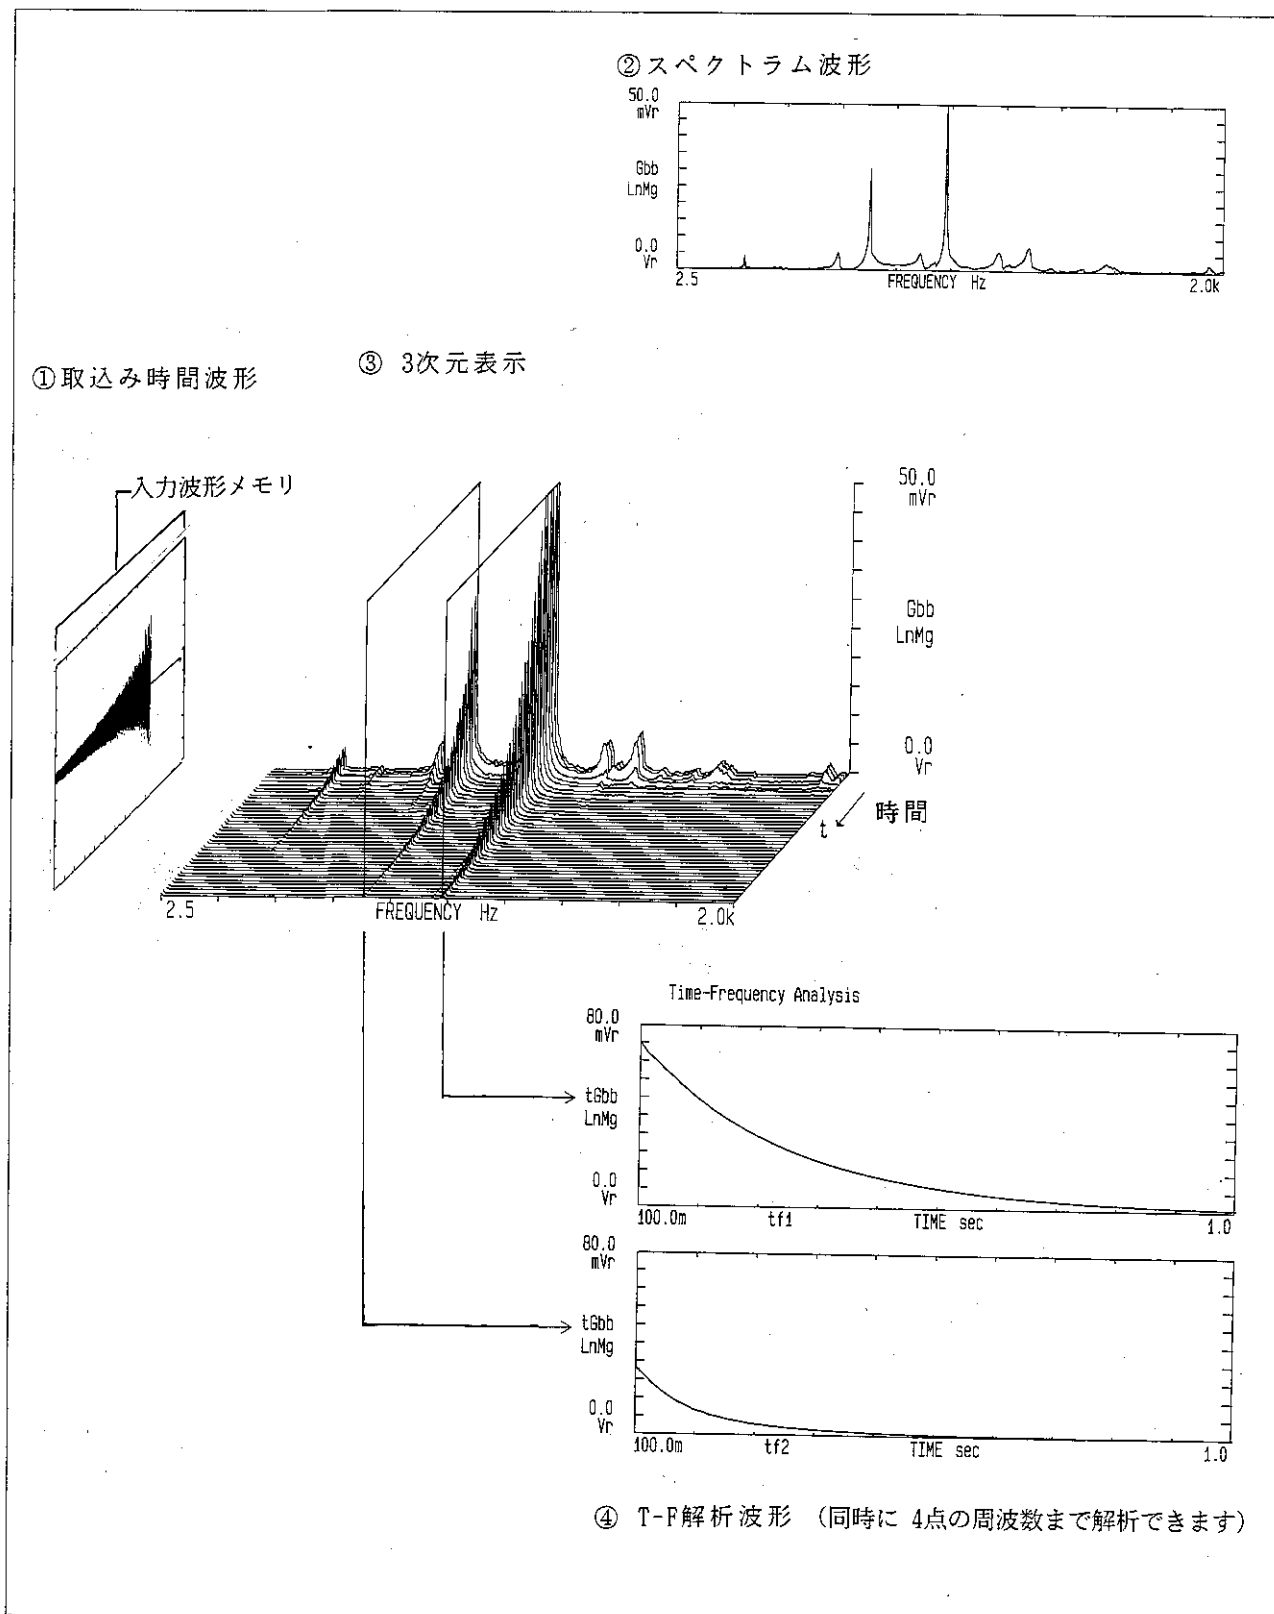

図2-5 時間-周波数解析モードの測定概念図
TFモードはトリガを設定して、入力波形メモリに過渡的な信号を記録します(図2-5の①)。
- (1) この記録波形の任意の部分の瞬時スペクトラム観測ができます(図2-5の②)。
- (2) この記録波形を、順次に、スペクトラムなどの3次元表示にすることができます(図2-5の③)。
- (3) 過渡信号の減衰特性などの特定周波数成分の時間変化を解析できます(t-f解析)(図2-5の④)。